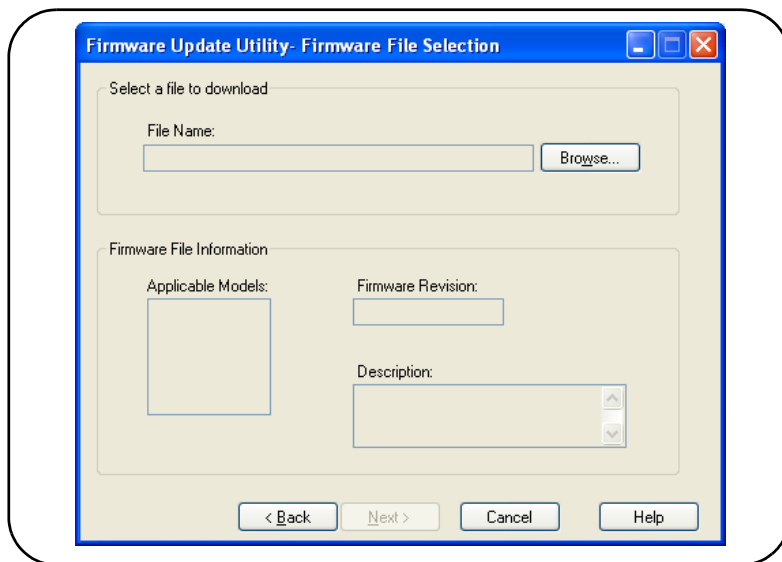

図2-10. アップデート・ファイルのパスの選択。
2. **Next** を押し、**Browse** ボタンを使用して、ファームウェア・ファイルのパスを指定します（図2-10）。指定すると、‘**Applicable Models**’ ウィンドウに、測定器のモデル番号と、リビジョンおよび測定器の説明が表示されます。**Next** を選択します。